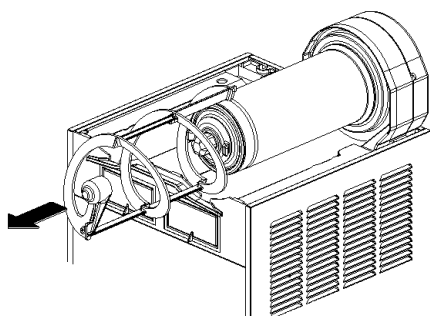
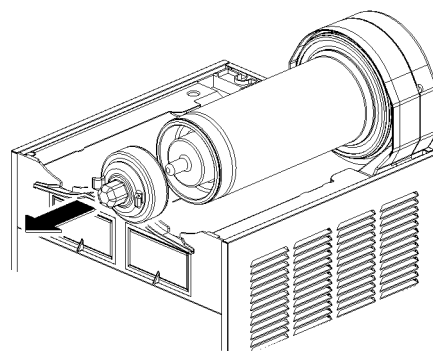

figura 7
figura 8
- 3 Desenfilarse del evaporador el rascador exterior (ver figura 7) y después el Rotor magnético externo completo (ver figura 8).